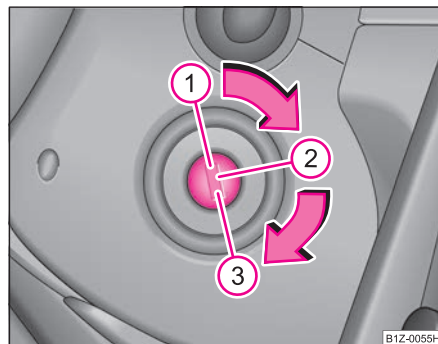

Fig. 115 Posiciones de la cerradura de encendido
- Gire la llave de contacto hasta la posición ① ⇒ página 126, fig. 115.